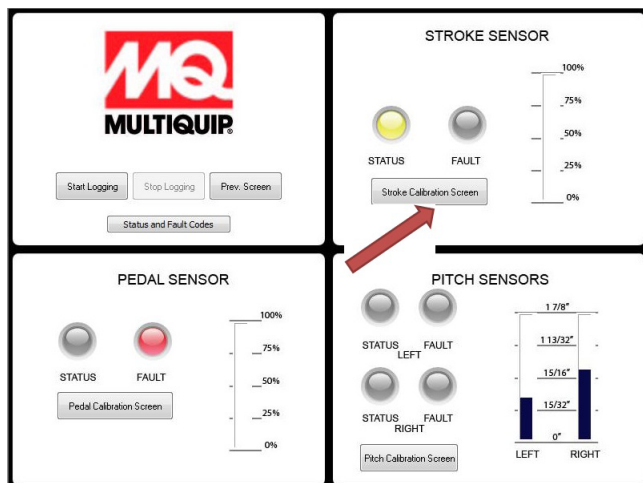

Figure 35. Calibrer le capteur de course
5. Cliquez sur le bouton « Calibration » dans la section CAPTEURS DE COURSE (Figure 35).